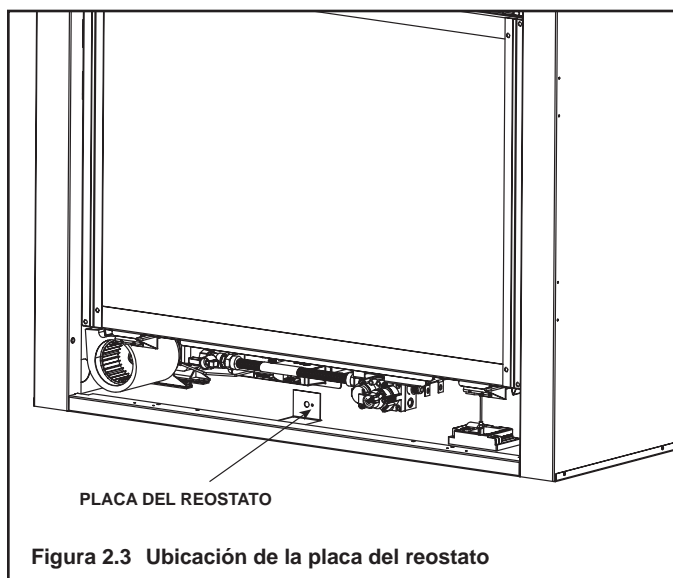

Figura 2.3 Ubicación de la placa del reostato
3. Si el reostato es requerido, doble hacia arriba la placa del reostato que se encuentra en la parte inferior de la chimenea como se muestra en la Figura 2.3.